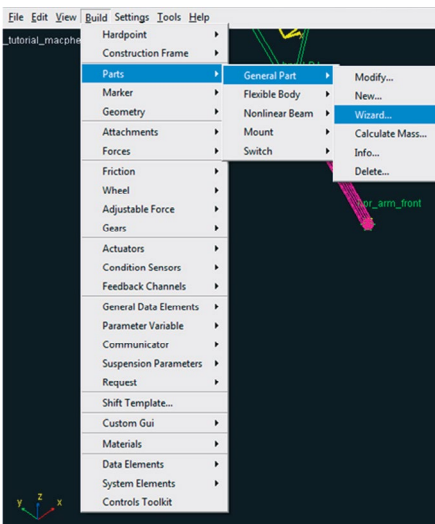

Figura 4.38 – Construção de um *General Part* com opção *Wizard*.
- Após a construção do *Construction Frame*, a próxima etapa é a criação do corpo rígido ou *General Part* “Strut”. Neste *General Part* serão definidos os parâmetros da mola e do amortecedor da suspensão. Acesse o menu *Build Parts* → *General Part* → *Wizard*, conforme ilustrado na Figura 4.38.